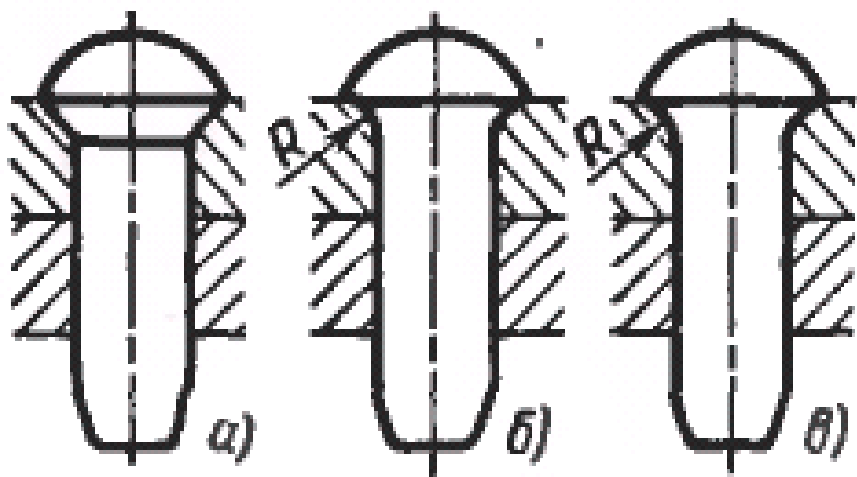

Рисунок 23 – Формы заклепок и отверстий:
- входные и выходные кромки отверстий должны быть заправлены фасками (рисунок 23, *а*) или галтелями (рисунок 23, *б, в*);